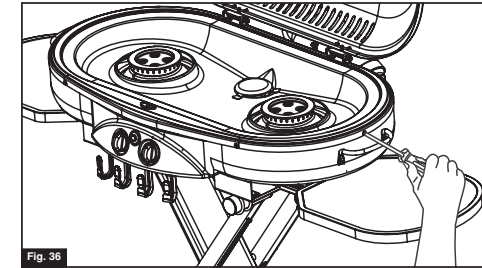

Fig. 36
3. Usando un destornillador, quite los tornillos que aguantan la superficie de cocinar y póngalos a un lado. (Fig. 36)